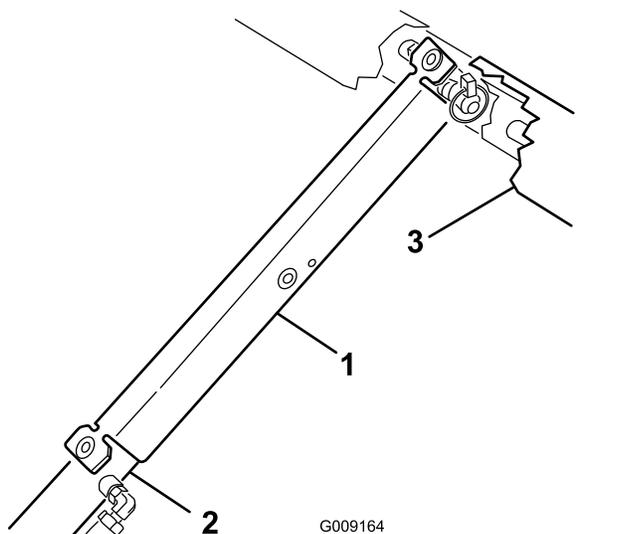

Рисунок 13
3. Установите опору кузова на шток гидроцилиндра так, чтобы концевые выступы опоры опирались на торец корпуса гидроцилиндра и на конец штока гидроцилиндра (Рисунок 13).